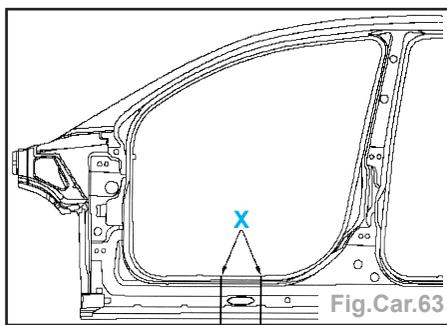

Fig.Car.63
- Découper approximativement le montant B (partie inf.) (Fig.Car.63).